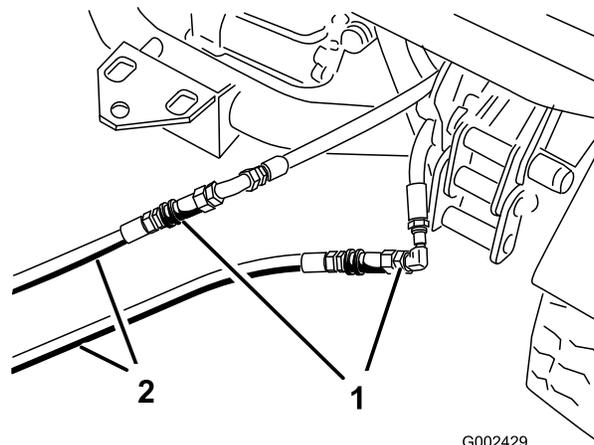

Figura 72
3. No veículo parado, ligue as duas mangueiras de ligação às mangueiras que foram desligadas (Figura 72). Tape as juntas desnecessárias.